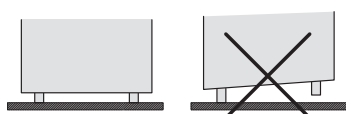

Bild. 8
- Kontrollera att maskinen står upprätt. Justera vid behov med de justerbara fötterna (se bild 8).